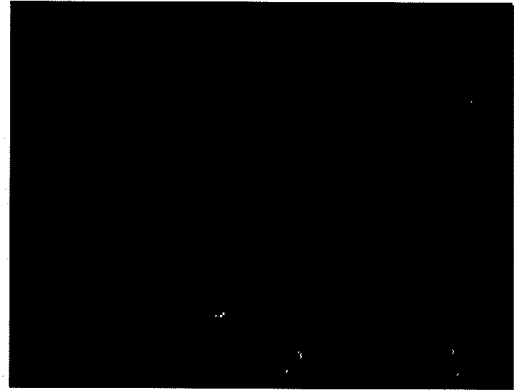

Figura 17
**NOTA:** Sitúe la máquina en la velocidad de desplazamiento lento (consulta la figura 17). Use la máquina en una zona donde no haya ni muebles ni objetos hasta que pueda hacer lo siguiente: